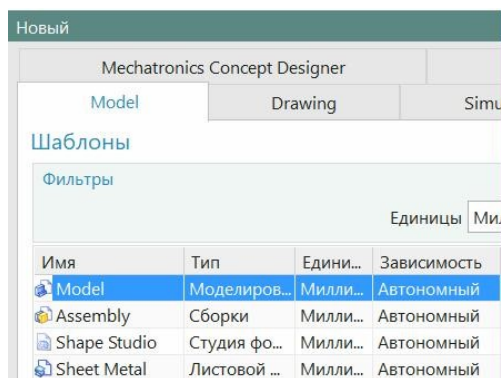
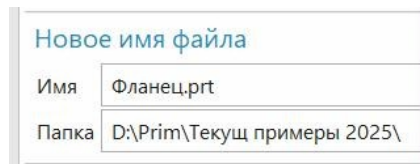
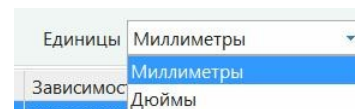

рис.7
рис.8
рис.10
- Сразу после этого система предложит большое диалоговое одноименное окно (рис. 7).
Закладки в окне рис.7 как раз и обозначают отдельные приложения системы: создание геометрических моделей, разработка чертежей, генерация программ для станков с ЧПУ и пр.
Но и внутри приложения **Моделирование** существуют различия (рис.7). Вы можете создавать геометрическую объемную модель:
- Мы начинаем проект геометрического моделирования **отдельной детали**, и поэтому в окне рис. 7 выбираем соответствующий шаблон - верхнюю строку **Model**.
- Если вы работаете с локальным NX, то в нижней части диалогового окна «**Новый**» (рис.7) вам придётся указать **имя файла** вашего нового проекта, и **директорию**, в которой впоследствии будет сохранен его файл (рис.8).
- Кроме этого, нужно знать, что, начиная с 10-й версии NX, и имена файлов, и имена всех директорий можно набирать и латинскими символами, и **кириллицей** (рис.8)!
- И еще не забудьте в том же диалоговом окне (рис.7) проставить единицы измерения (рис.10).